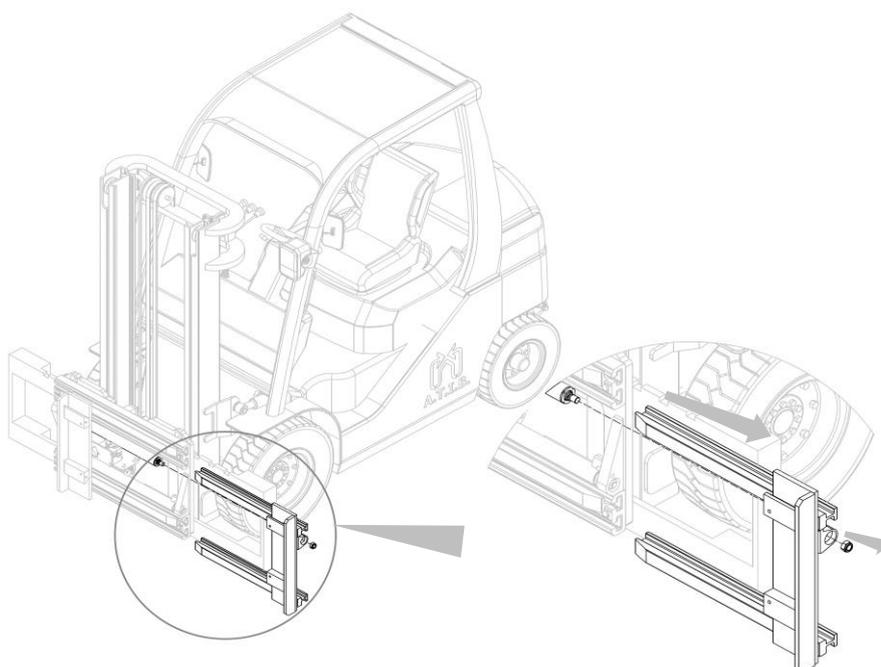

Abbildung 24
3. Entfernen Sie die Adapterplatten, nachdem Sie die entsprechenden Muttern zur Befestigung an den Zylindern abgeschraubt haben (siehe *Abbildung 24*).